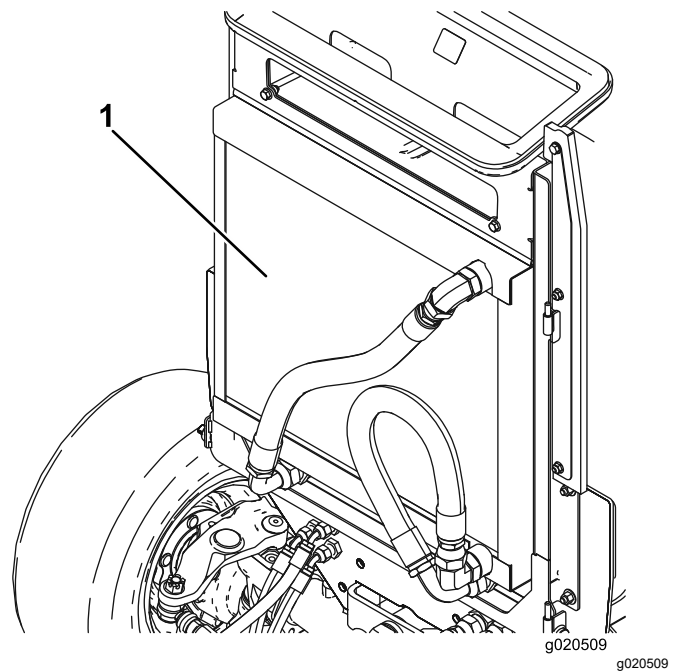

图 64
3. 用压缩空气彻底清洁油冷却器和散热器两侧 (图 64)。